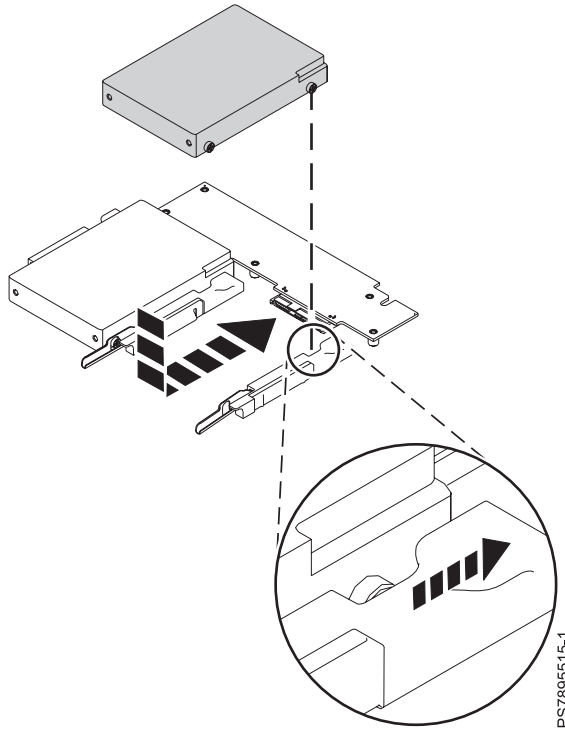

Figure 9. Installation d'une unité de disque dur
Pour savoir comment installer l'unité de disque dur, voir figure 9, à la page 39.
- Placez l'unité dans le tiroir d'unité, puis poussez-le vers l'arrière du noeud de traitement (voir figure 9, à la page 39). Lorsque l'unité dépasse le levier situé à l'avant du tiroir, elle s'enclenche.